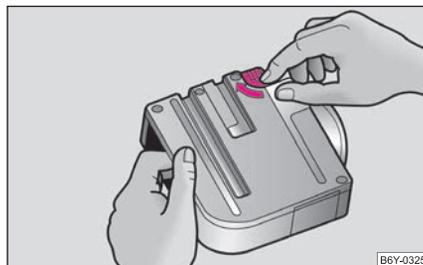

Abb. 101 CDs entnehmen
- Drehen Sie den Freigabehebel in Pfeilrichtung ⇒ **Abb. 101**.